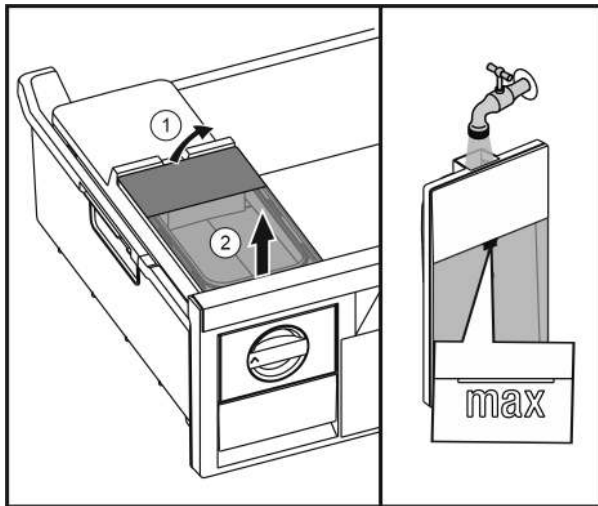

Fig. 30
- ▶ Поднять бак для воды сзади Fig. 30 (1) и извлечь движением вверх Fig. 30 (2).